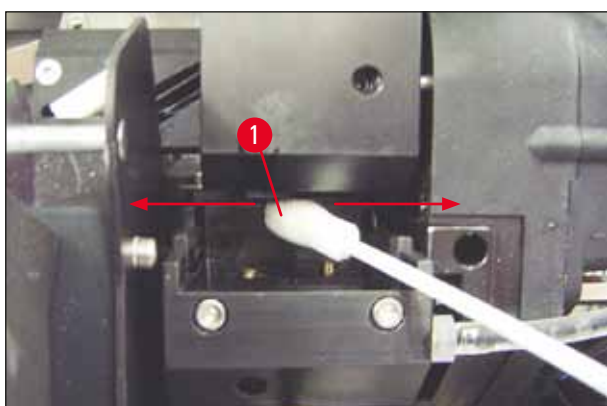

Fig. 54
5. Glisser le bâtonnet de nettoyage avec précaution dans la fente située sous la tête d'impression (→ "Fig. 54"). Appliquer une légère pression vers le haut (sur la tête d'impression) et bouger la mousse d'avant en arrière (env. 10 fois). Cela permet d'éliminer et d'enlever l'encre.